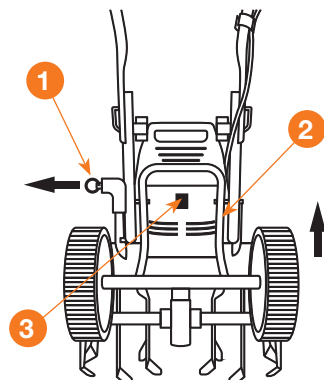

Рис. 20
1. Для перевода колес из транспортировочного режима в рабочий, вытяните стопорное кольцо **1** и поднимите колесную раму **2** в верхнее положение, зафиксировав её за кнопку блокировки **3** (Рис. 20).